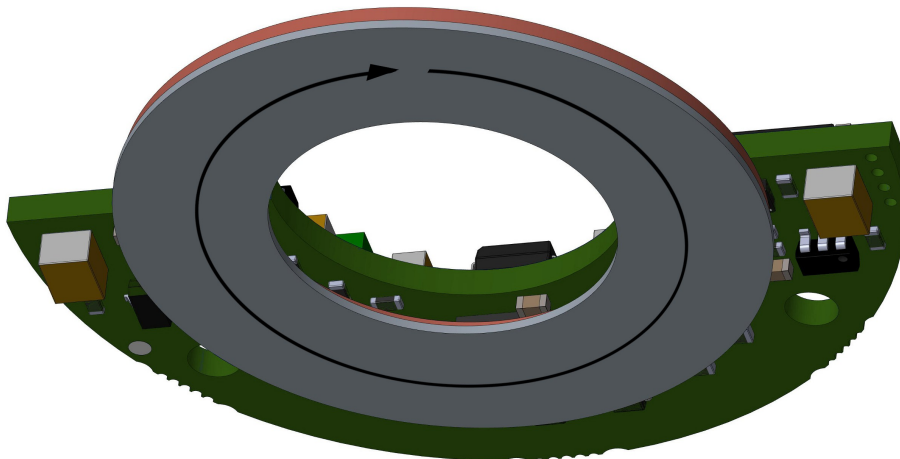

Figura 5 - Direzione di conteggio
La **direzione di conteggio standard** è da intendersi con rotazione dell'anello come indicato dalla freccia nella Figura 5. Quando l'anello ruota nella direzione indicata dalla freccia, nel sistema di misura assoluto il conteggio incrementale; nel sistema di conteggio incrementale il fronte di salita del segnale A precede il fronte di salita del segnale B. La direzione di conteggio non può essere modificata.
- La posizione ha conteggio crescente con movimento dell'anello nella direzione indicata dalla freccia di Figura 5.